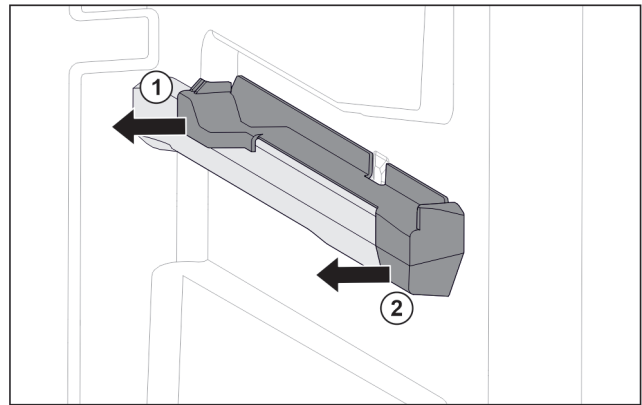

Fig. 17 Aufsteckteil auf der rechten Behälterrippe
- ▶ Aufsteckteil hinten zur Seite abziehen. Fig. 17 (1)
- ▶ Aufsteckteil vorne zur Seite abziehen. Fig. 17 (2)